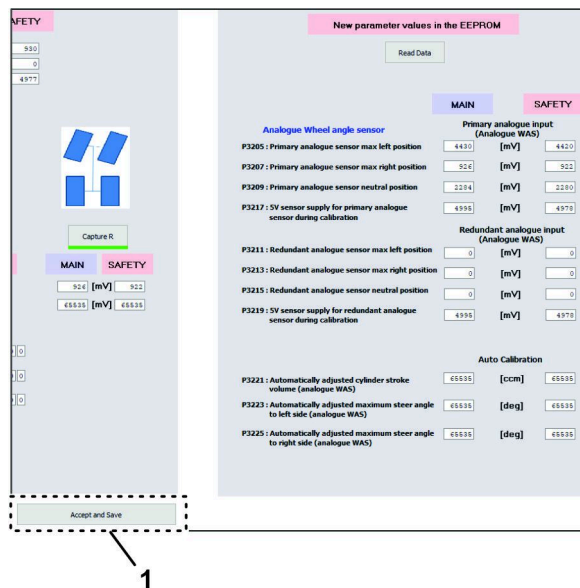

Figure 151
9. Cliquez sur l'icône ACCEPTER ET ENREGISTRER (Figure 151).